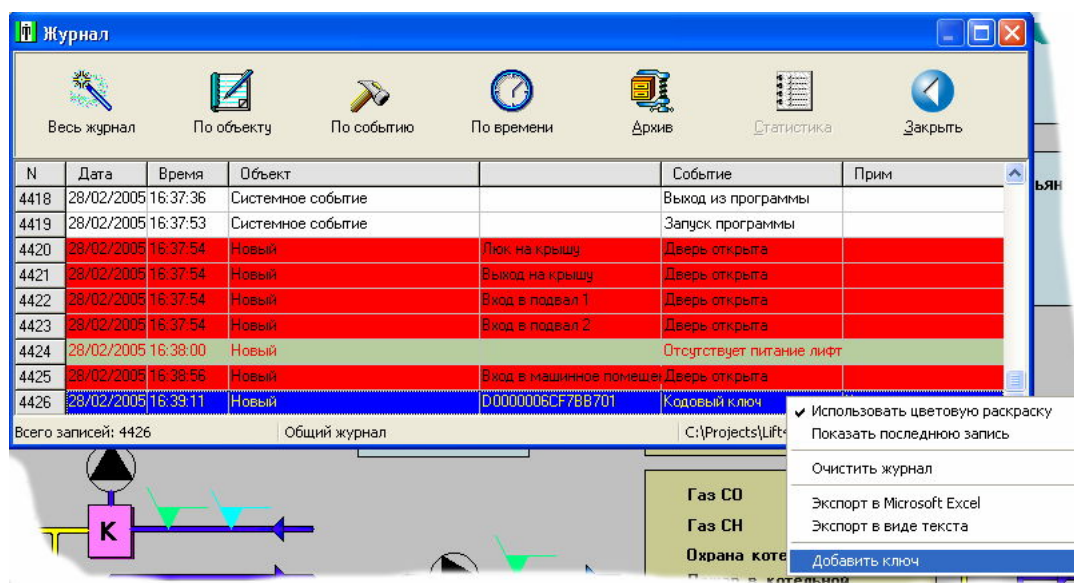

Рисунок 4 – Добавление ключа из журнала
- В контекстном меню записи выберите пункт «Добавить ключ» (см. Рисунок 4)